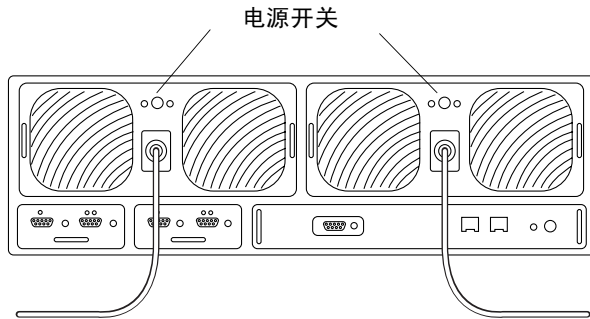

图 5-2 电源开关位置
4. 按下两个阵列的电源和冷却装置上的电源开关，断开交流电源（图 5-2）。